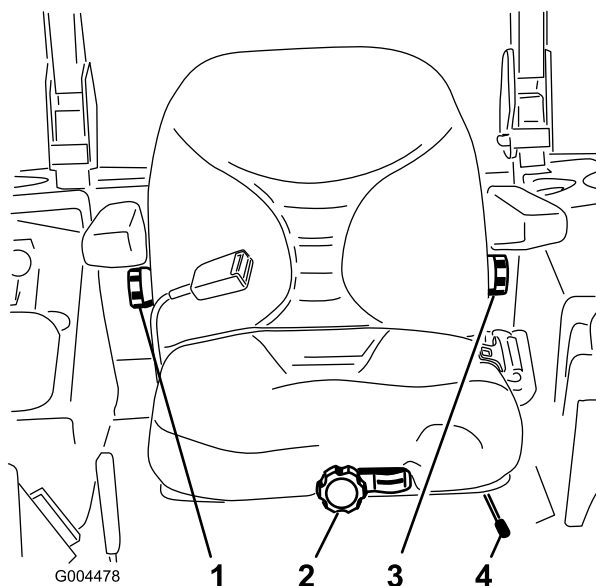

图 14
1. 要调整座椅请侧向移动控制杆打开座椅的锁定图 14。
不要坐在座椅上将前方的旋钮向任一方向旋转以提供最佳的舒适性图 14。
要调节座椅靠背可向任一方向旋动位于右侧扶手下方的旋钮以提供最佳的舒适性图 14。
要调节座椅靠背可向任一方向旋动位于左侧扶手下方的旋钮以提供最佳的舒适性图 14。